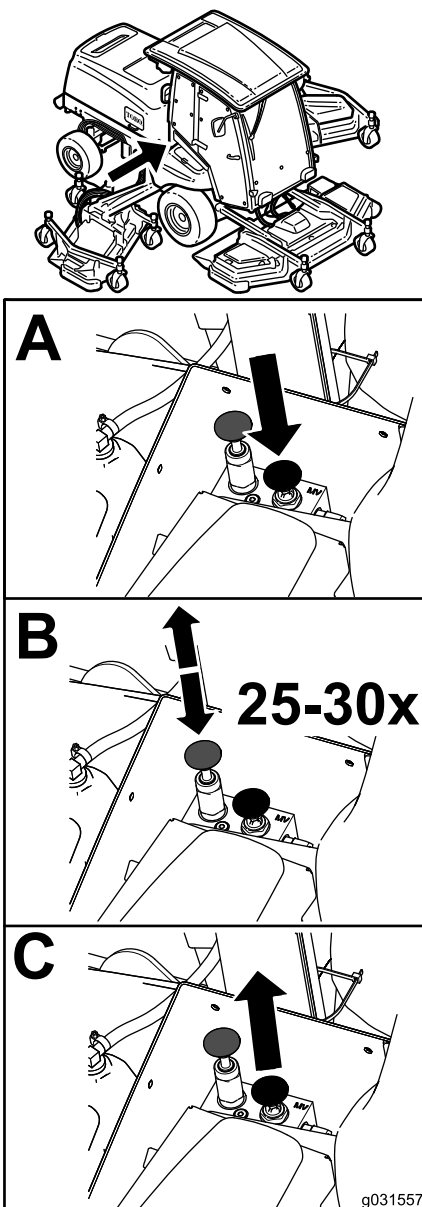

Figure 59
1. Vannes de dérivation (2)
4. Desserrez manuellement le frein de stationnement automatique à l'aide de la vanne de dérivation et du poussoir, comme montré à la Figure 59.